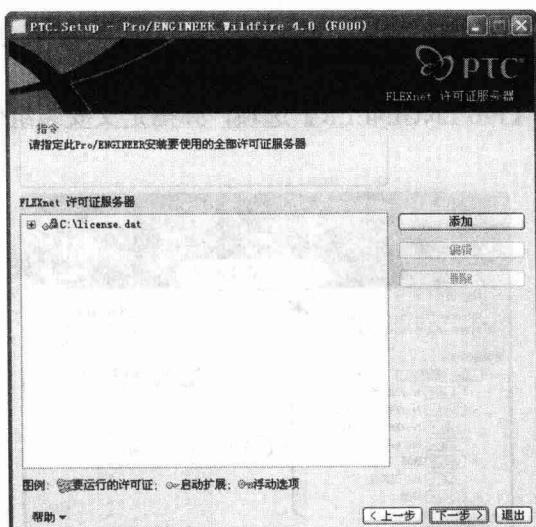

图 1-8 FLEXnet 许可证服务器界面（二）
(7) 单击**确定①**按钮返回 FLEXnet 许可证服务器界面，如图 1-8 所示。